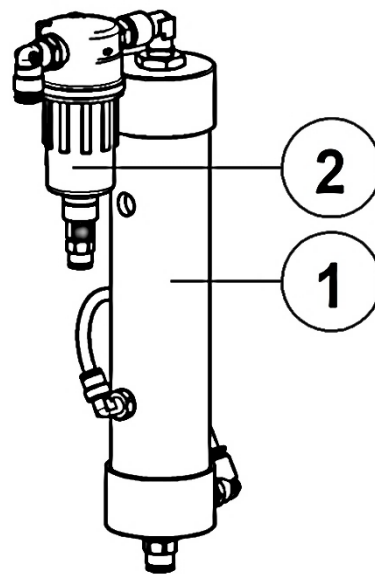
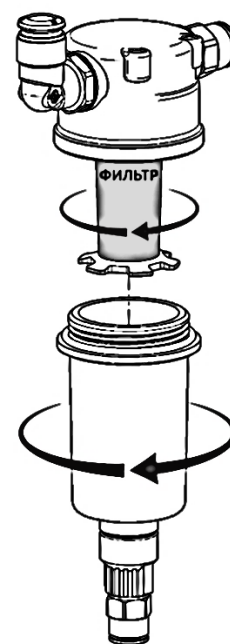

Рисунок 7
Рисунок 11
- Выверните колбу фильтра-сепаратора **4** (рисунок 7) против часовой стрелки (рисунок 11);